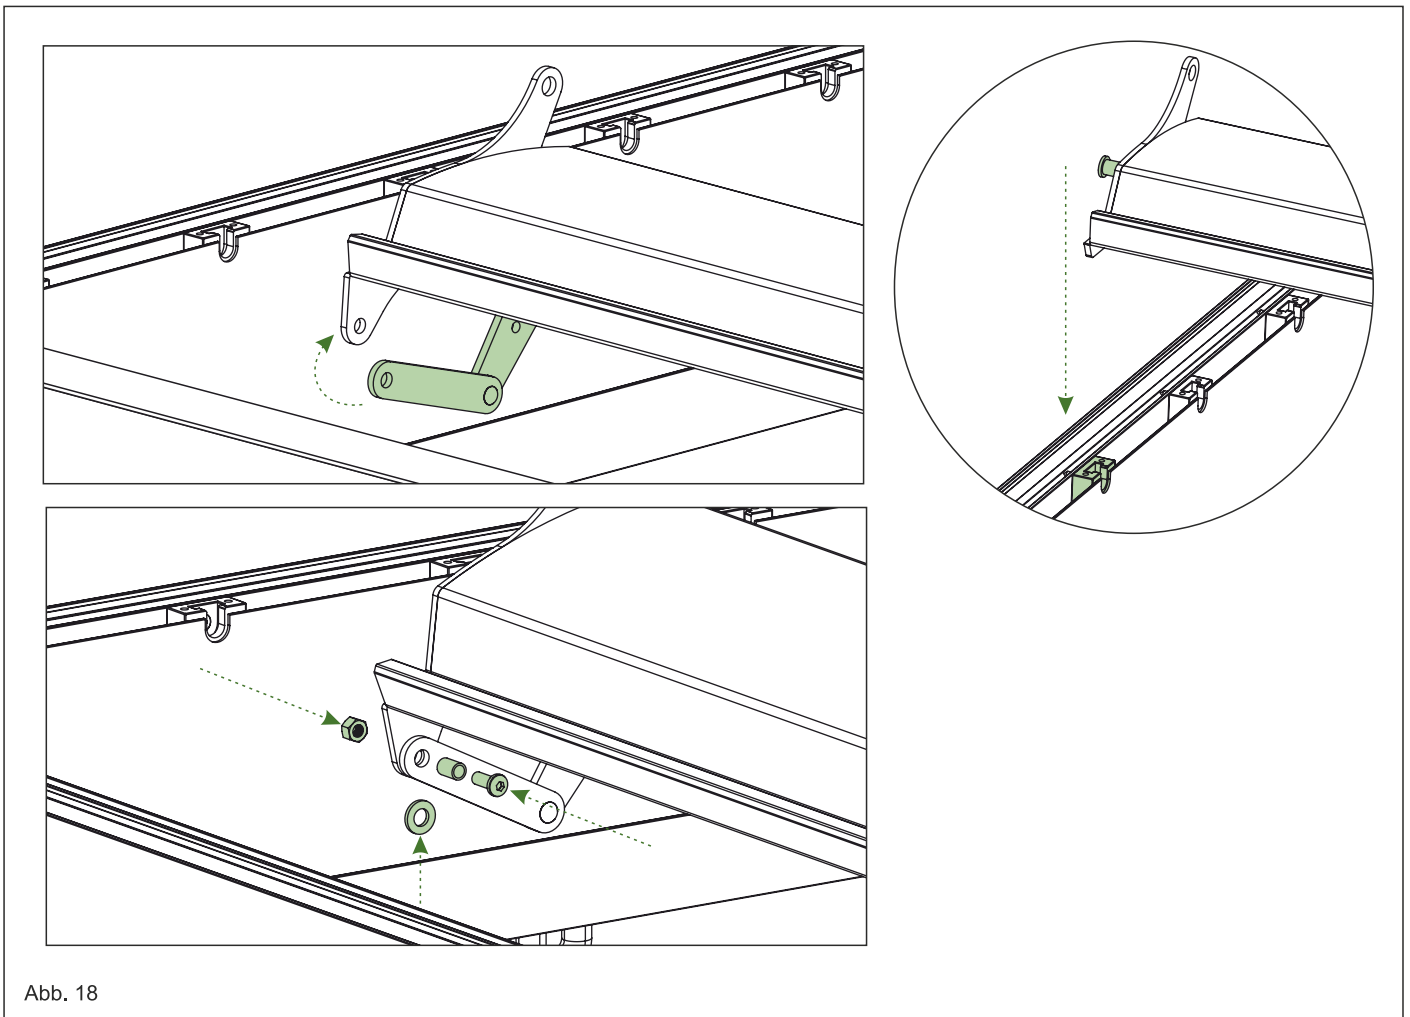

Abb. 18
6.8. Setzen Sie die Steuerunglamelle in den dafür vorbestimmten Kunststoffsockel ein. Schrauben Sie als nächste die Lamelle an das Verbindungsstück, verwenden Sie hierbei die M 6x16 Linsenkopfschraube, Unterlegscheibe, Edelstahlring und Sicherungsmutter, um die Handkurbel und die Lamelle zu verbinden. Siehe Abb.18.